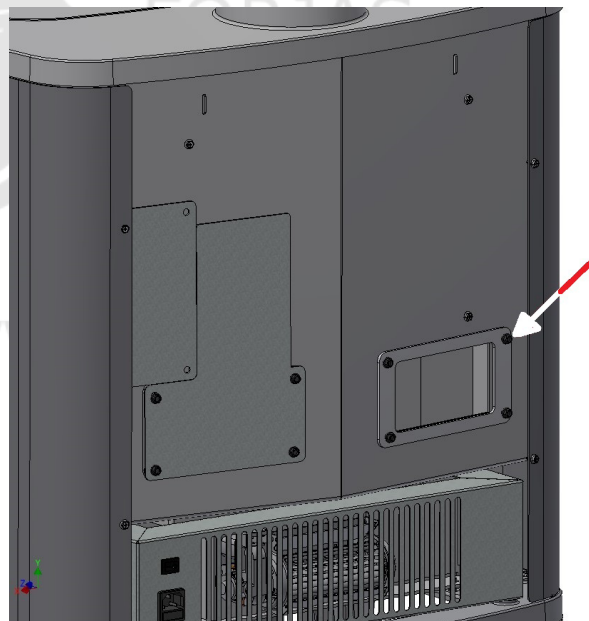

Fig. 13 - Quite los tornillos
- Abra la tapa de limpieza desenroscando los 4 tornillos CH 8 (véase Fig. 13).